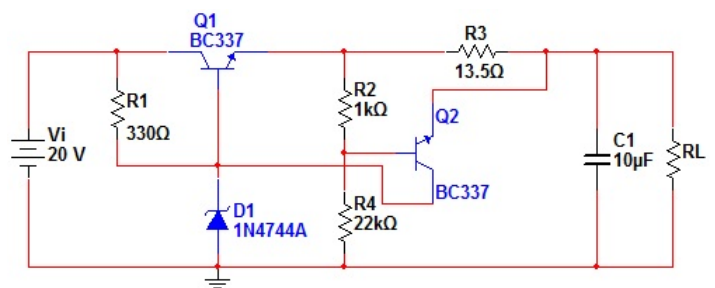

Figura 2. Circuito da fonte auxiliar.
- a) Monte o circuito da figura 2. Adapte os valores dos resistores para valores comerciais.